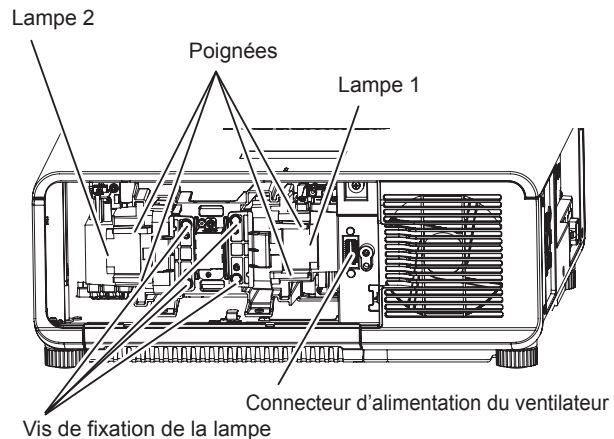

Fig. 2
2) Sortez le boîtier du filtre à air. (Fig. 2)
- 3) Retirez la lampe. (Fig. 2)**